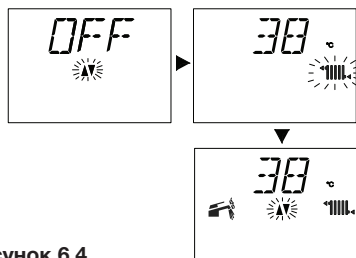

Рисунок 6.4
- Поверните переключатель функций 4 так, как показано на Рисунке 6.3: котел перейдет в режим «ожидания зимы», и на ЖК-дисплее отобразятся следующие символы (см. Рисунок 6.4).